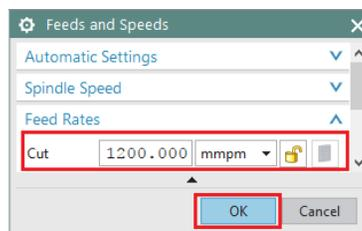

Figura 3.40 Feed Rates
- En la opción **Feeds and Speeds**, cambiar el valor de **Cut** a 1200 mmpm, que se encuentra en la opción **Feed Rates**, después de esto dar click en **Ok** (Figura 3.40).